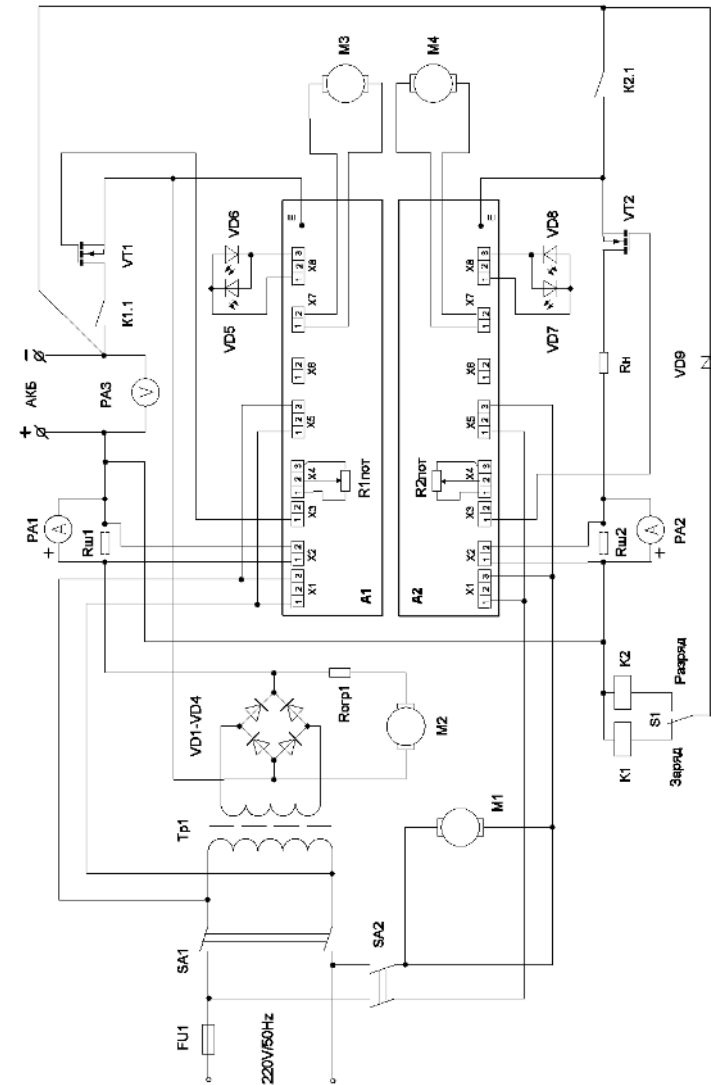

Рис. 2. Схема электрическая принципиальная
4.2 Схема электрическая принципиальная 1 канала на рис.2., перечень элементов в таблице 1.